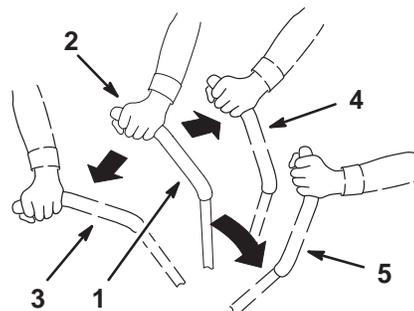

Figure 9
Le frein de stationnement est serré automatiquement lorsque les leviers de commande de déplacement sont à la position de freinage (Fig. 9).
2. Pour vous déplacer en marche avant, poussez doucement les leviers de commande de déplacement vers l'avant (Fig. 9).
Pour vous déplacer en ligne droite, appliquez une pression égale sur les deux leviers de déplacement (Fig. 9).
Pour tourner, relâchez le levier de commande correspondant à la direction que vous voulez prendre (Fig. 9).
2. Pour vous déplacer en marche arrière, tirez doucement les leviers en arrière (Fig. 9).
4. Placez les leviers de commande de déplacement au centre, en position déverrouillée et desserrez le frein (Fig. 9).